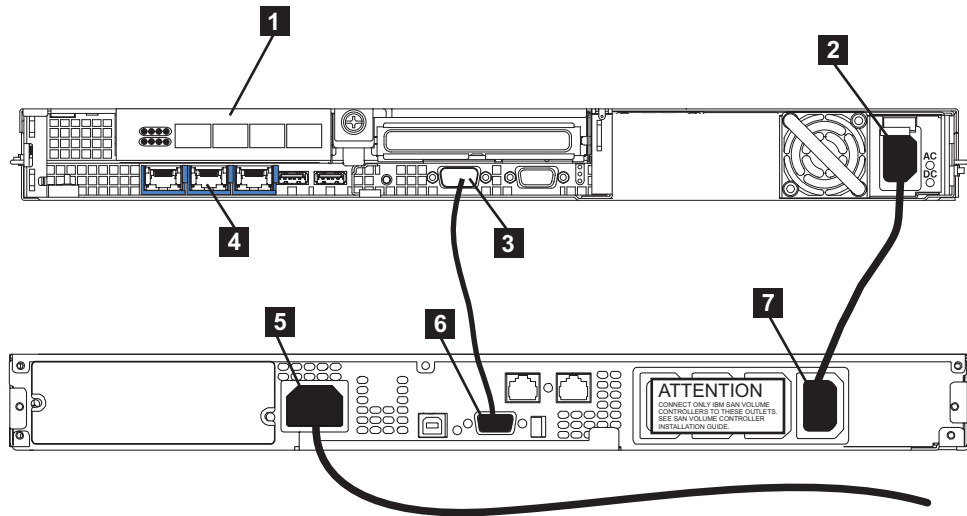

図 44. SAN ボリューム・コントローラー 2145-8G4 の電源ケーブルを 2145 UPS-1U に接続します。
1. SAN ボリューム・コントローラー 2145-8F2、SAN ボリューム・コントローラー 2145-8F4、または SAN ボリューム・コントローラー 2145-8G4 の背面で、電源/シリアル複合ケーブルを電源コネクタ **2** に差し込みます。図 44 を参照してください。